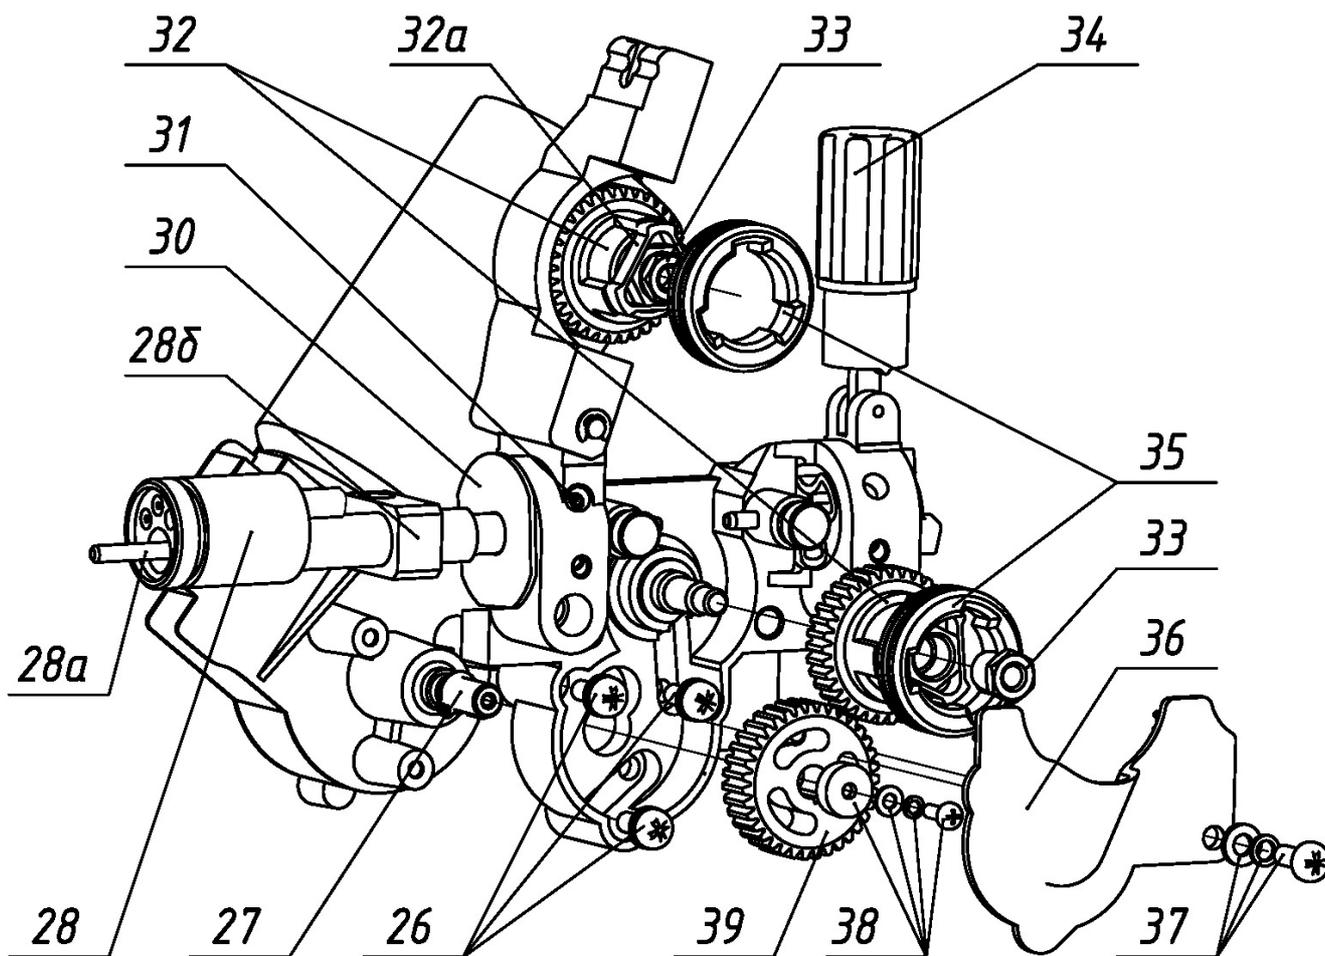
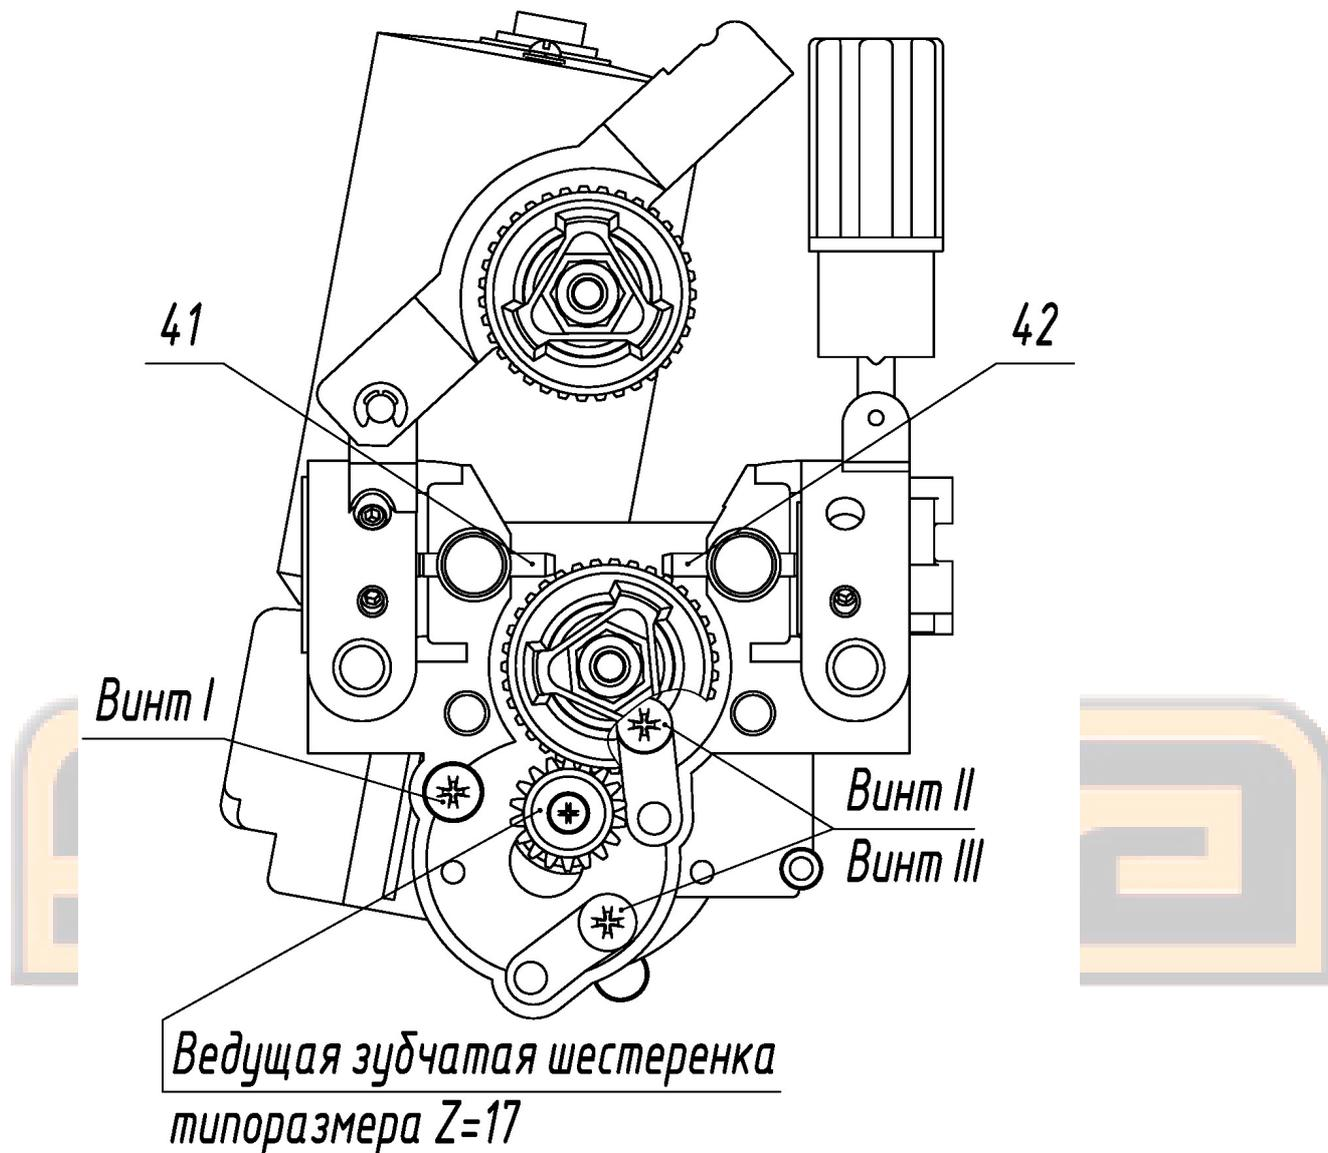

Рис.3 – Механизм подачи проволоки SSJ-21 с евроразъемом
Рис.5 – Механизм подачи проволоки SSJ-21 с установленной ведущей зубчатой шестеренкой типоразмера $Z=17$
Для извлечения сменного ролика с шестерни поз.32 необходимо установить (повернуть) устройство поворотное поз.32а относительно ролика в положение, указанное на рис.3. и извлечь ролик.
- ослабить винт I крепления двигателя к рамке механизма подачи (см. рис.5) и выкрутить остальные два винта поз.26 (см. рис.3);
- повернуть двигатель поз.27 вокруг оси винта I против часовой стрелки до совмещения с двумя крепежными отверстиями рамки механизма подачи и закрутить винты II и III крепления двигателя, как показано на рис.5;